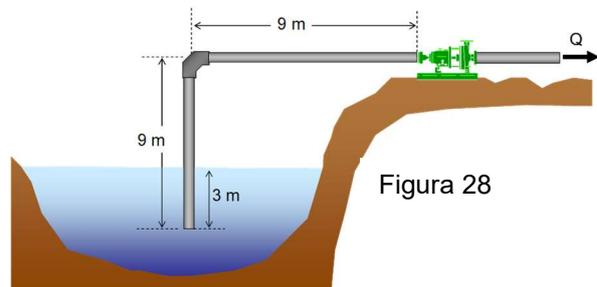

Figura 28
51. Relativamente à Figura 28, qual o caudal máximo que pode ser bombeado sem que ocorra cavitação na bomba? (Tubo de ferro fundido, novo, ϕ tubo = 7.6 cm; T água = 4 °C; à entrada da tubagem existe um filtro com $K = 2$) R: $Q = 10.4$ l s⁻¹